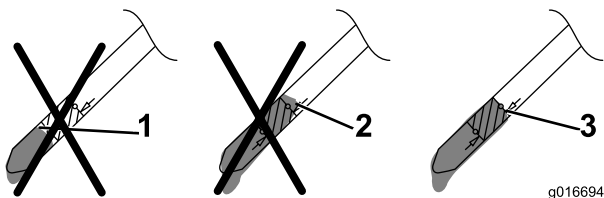

Figure 15
5. Sortez de nouveau la jauge et contrôlez le niveau d'huile ; voir Figure 15.